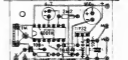

Fig. 3
Na Fig. 3 temos o "chapeado", mostrando a placa pelo lado dos componentes, todas as peças já posicionadas. Observar com atenção a colocação do Integrado, diodos, transistor (a lâmina metálica deste está rotativamente demarcada, na figura) e polaridade dos eletrolíticos... Notar ainda as codificações adotadas para as ligações externas. (+) e (-) referem-se às conexões da alimentação, (M) e (M) recebem os fios que vão ao motor, e (X) (X) destinam-se à ligação da cápsula de microfone de cristal...